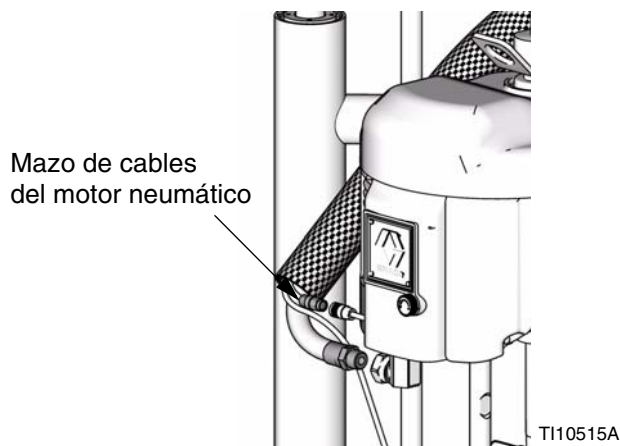
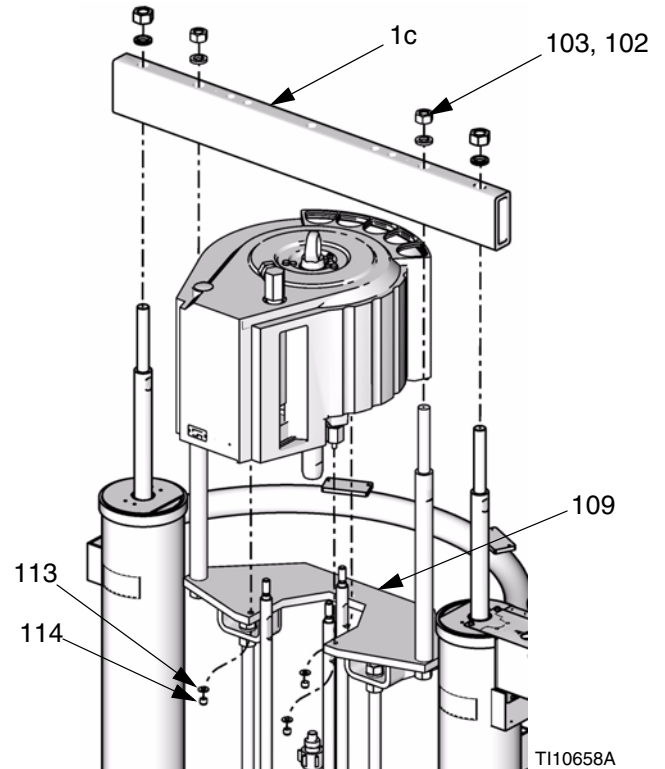
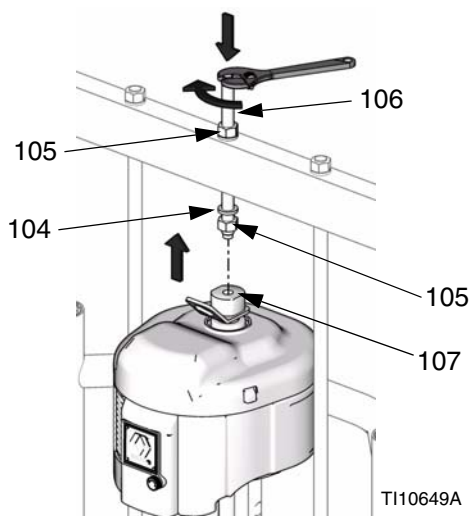

FIG. 23
FIG. 28
FIG. 29
- b. Monte la varilla roscada (106) a través del orificio central del travesaño. Monte las arandelas (104) y tuercas (105) de bloqueo en la varilla roscada (106), tanto encima como debajo del travesaño. Use una llave para sujetar el adaptador del anillo de izado (107) y apriete con otra llave la varilla roscada (106) al adaptador del anillo de izado. Vea la FIG. 29.
- c. Apriete la tuerca (105) bajo el travesaño a 34 N•m (25 lbs-pie) como máximo.
- d. Apriete la tuerca (105) encima del travesaño para bloquear el motor en su sitio.
- e. Conecte la manguera de aire al motor. Si utiliza un DataTrak remoto, conecte las conexiones eléctricas al motor neumático. Vea la FIG. 23 de la página 21.
- b. Conecte la manguera de aire al motor. Si utiliza un DataTrak remoto, conecte las conexiones eléctricas al motor neumático. Vea la FIG. 23 de la página 21.
1. Baje el motor neumático hasta la placa de apoyo (109) con un dispositivo de izado adecuado. Vea la FIG. 28.
2. Fije el motor a la placa de montaje (109) con tuercas (114) y arandelas (113).
3. Monte el travesaño (1c), tuercas (103) y arandelas (102).
5. Conecte la manguera de aire al motor. Si utiliza un DataTrak remoto, conecte las conexiones eléctricas al motor neumático. Vea la FIG. 23 de la página 21.